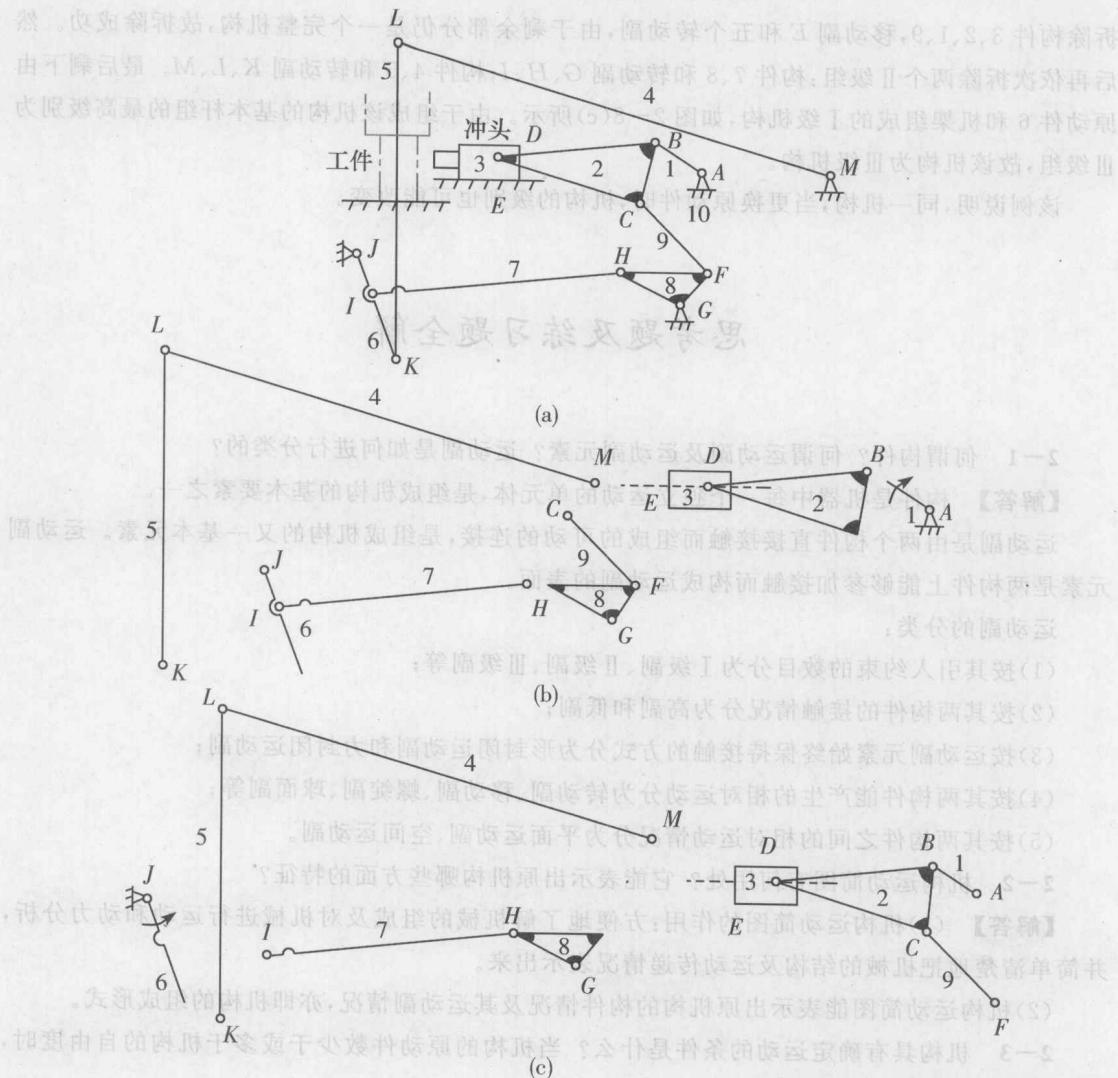

图 2-8
**例 2-8** 试计算图 2-8(a)所示冲压机构的自由度,并分析在下列情况下组成机构的基本杆组及机构的级别:(1)当以构件 1 为原动件时;(2)当以构件 6 为原动件时。
开始试拆杆组，先拆下由构件 4,5 和转动副  $K,L,M$  组成的Ⅱ级杆组，接着依次拆下 3 个Ⅱ级杆组：构件 6,7 和转动副  $J,I,H$ ；构件 8,9 和转动副  $C,F,G$ ；构件 2,3 和转动副  $B,D$  及移动副  $E$ ；最后剩下由原动件 1 和机架 10 组成的Ⅰ级机构，如图 2-8(b) 所示。由于组成该机构的基本杆组的最高级别是Ⅱ级组，故该机构为Ⅱ级机构。
(3) 分析当构件 6 为原动件时机构的组成情况。首先从传动路线上离原动件最远的构件 3(即冲头)开始试拆杆组。先试拆Ⅱ级组。从图 2-8(a) 中可以看出，如果拆除构件 3,2, 移动副  $E$ ，转动副  $D$  和转动副  $B$ ，则构件 1 和转动副  $C$  均会失去联接对象，导致剩余部分不再是一个完整机构；如果拆除构件 3,2, 移动副  $E$ ，转动副  $D$  和转动副  $C$ ，则构件 9 和转动副  $B$  也均会失去联接对象，导致剩余部分也不再是一个完整的机构。因此试拆Ⅱ级杆组失败。再试拆Ⅲ级杆组，即
拆除构件 3、2、1、9，移动副 E 和五个转动副，由于剩余部分仍是一个完整机构，故拆除成功。然后再依次拆除两个Ⅱ级组：构件 7、8 和转动副 G、H、I；构件 4、5 和转动副 K、L、M。最后剩下由原动件 6 和机架组成的Ⅰ级机构，如图 2-8(c) 所示。由于组成该机构的基本杆组的最高级别为Ⅲ级组，故该机构为Ⅲ级机构。